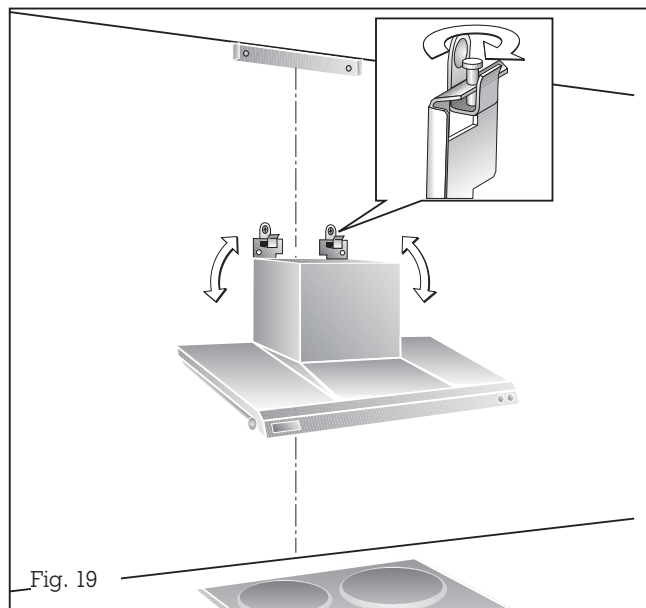

Fig. 19
- Suspendez la hotte aux deux crochets. Ajustez la suspension avec les vis à tête cruciforme et vérifiez l'aplomb de la hotte à l'aide d'un niveau à bulle (fig. 19).